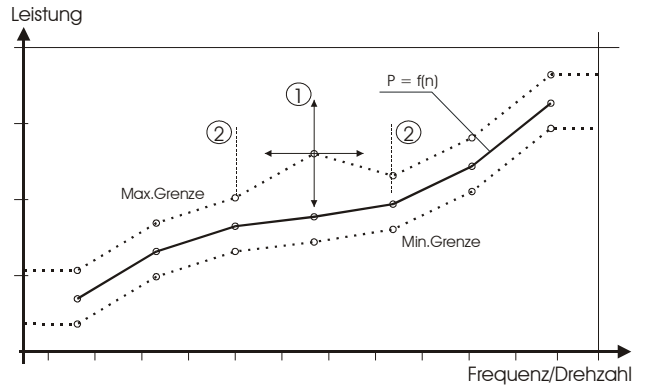

Abbildung 2.9: Verschiebung eines Grenzwertpunktes
Jeder Grenzwertpunkt lässt sich manuell in der Höhe (Grenzwert) und im Frequenzwert verschieben ①. (Abb. 2.9)
Der Grenzwert kann im Bereich 0 – 100% frei gewählt werden. Der Frequenzwert kann dabei nur zwischen den benachbarten Frequenzpunkten platziert werden ②.(Abb. 2.9)